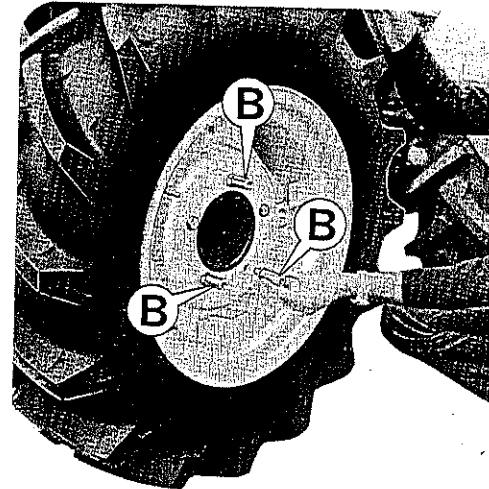

Fig. 22
- Avvitare in sostituzione alle viti A le tre colonnette B (Fig. 22) in dotazione alle zavorre.
- replace screws A with stud bolts B (Fig. 22) of which ballasts are provided.
- remplacer les trois vis A par les trois doigts B (Fig. 22) livrés avec les masses d'alourdissement.
- atornillar en sustitución de los tornillos A, las tres columnitas B (Fig. 22) en relación al lastre.